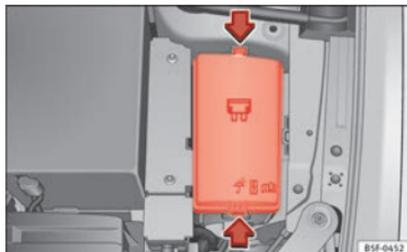

Abb. 101 Im Motorraum: Abdeckung des Sicherungskastens.
- Drücken Sie die Verriegelungslaschen, um die Abdeckung des Sicherungskastens zu entriegeln »» **Abb. 101.**